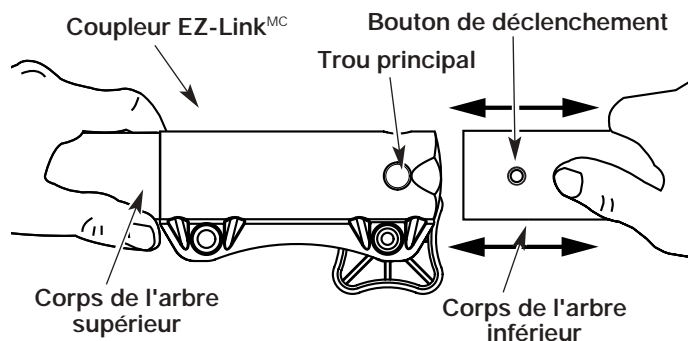

Fig. 20
2. Tenez fermement l'accessoire et enfoncez-le tout droit dans le coupleur EZ-Link^{MC} (Fig. 20).